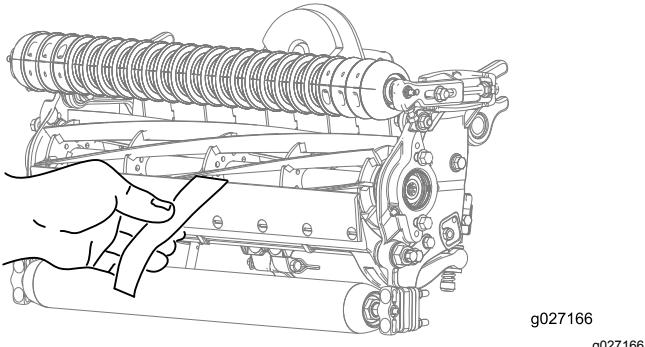

Figure 7
- Contrôlez la performance de coupe en insérant une longue bande de papier de performance de coupe (réf. Toro 125-5610) entre le cylindre et la contre-lame, perpendiculairement à la contre-lame (Figure 7). Faites tourner lentement le cylindre en avant ; il devrait couper le papier.